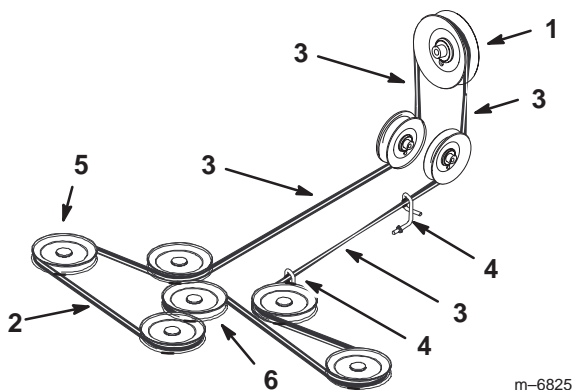

Figure 66
5. Installez la courroie neuve autour des poulies d'axe et de la poulie de tension du plateau de coupe, dans les guides de courroie, dans l'ensemble bras de tension arrière et l'embrayage (Fig. 66).
Important Vérifiez le vrillement de la courroie entre les poulies. Il doit être conforme aux spécifications de la Figure 66.